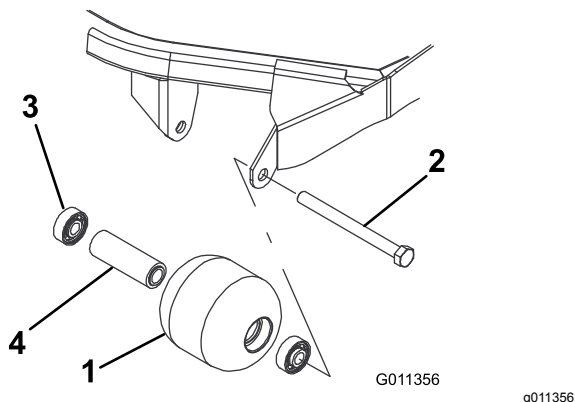

**Figure 62**
- Retirez le boulon de fixation du galet (Figure 62).
4. Vérifiez l'état du logement de roulements, des roulements et de la douille d'écartement (Figure 62) Remplacez les composants endommagés et procédez au remontage.
1. Enfoncez le premier roulement dans le logement à la presse (Figure 62). Exercez la pression uniquement sur la bague extérieure ou uniformément sur les bagues intérieure et extérieure.
2. Insérez l'entretoise (Figure 62).
3. Enfoncez le second roulement dans le logement (Figure 62) en exerçant une pression uniforme sur les bagues intérieure et extérieure jusqu'à ce que la bague intérieure rencontre l'entretoise.